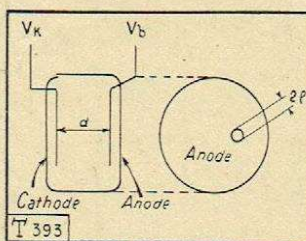

Fig. 3.
- 1° La surface émissive et la surface d'écran sont parallèles et très voisines (fig. 3). Si tous les électrons étaient extraits, normalement à la surface émissive, ils atteindraient l'anode aux points directement opposés qui correspondent à leurs points